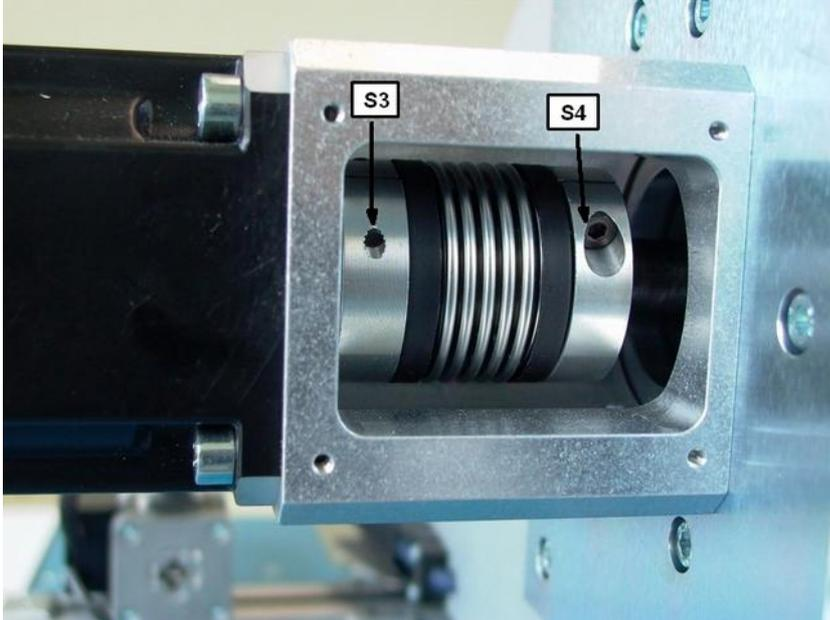

Abb. 66: Kupplung
Lösen und entfernen Sie die vier Schrauben (S1 des Abdeckblechs (B) an der Faltenbalgkupplung (Siehe Abb. 66). Kontrollieren Sie ob die beiden Klemmschrauben (S3 und S4) an den Enden der Kupplung fest angezogen sind. Prüfen Sie die Falten der Kupplung auf eventuelle Risse.
Lösen Sie die 2 Kabel-Kupplungen (A) vom Prägemotor nur wenn Sie den Motor ersetzen wollen. Lösen Sie die Imbus-Klemmschraube (S3) an der linken Seite der Faltenbalgkupplung zur Motorwelle (Siehe Abb. 66). Lösen und entfernen Sie die vier Imbusschrauben (S 2) vom Motor zum Kupplungsgehäuse und ziehen den Motor aus der Kupplung. Legen Sie den Motor auf dem Prägetisch ab.